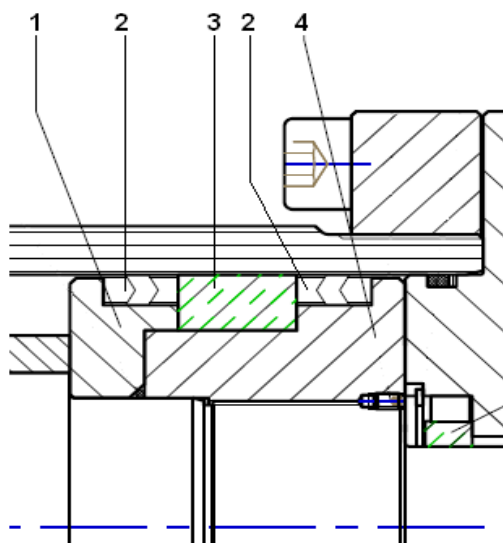

Fig. 3 - Applicazione con guarniz. Tipo Chevron
Il **pistone (C)**, necessario per la trasmissione delle forze, è costruito in ghisa a grafite nodulare ed è fissato allo stelo con filettatura e bloccato con grano di fermo per garantire la massima affidabilità anche in condizioni estreme. Nella configurazione standard è equipaggiato con anelli di guida (**M**) in materiale composito (carico statico  $345N/mm^2$ ), che oltre ad avere la funzione di supporto agiscono come barriera contro eventuali impurità impedendo che queste giungano sulla guarnizione. La guarnizione in poliuretano bidirezionale (**I**), energizzata internamente tramite O-ring, garantisce ottima tenuta, movimento esente da "stick-slip" e resistenza prolungata all'usura. In alternativa è possibile la configurazione pistone con guarnizioni a pacco tipo Chevron (vedi Fig. 3).